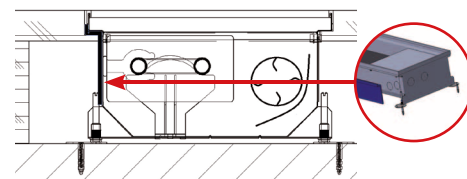

РИС. 6: Пустотелый пол – Теплоизоляция для внутрипольного конвектора с вентилятором – для защиты пола со стороны теплообменника.
- В случае установки конвектора в паркетный, ламинатный или деревянный пол взвесьте возможность использования теплоизоляции на наружной поверхности корпуса конвектора со стороны теплообменника (Рис. 6).